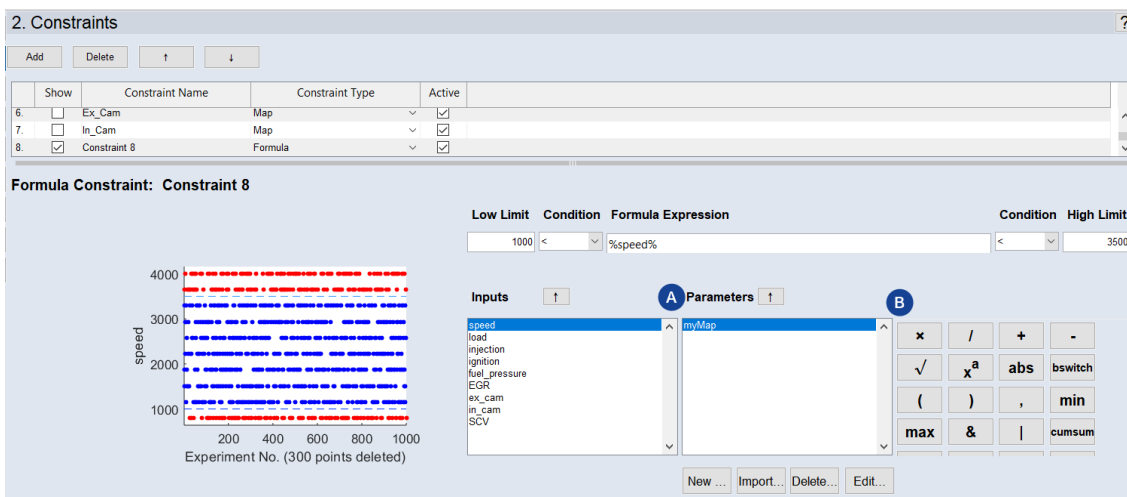

図 7-5: ASCMO-STATIC ExpeDes ステップ2 : 範囲制限 ("Formula" タイプの例)
"Formula Expression" フィールドには式を入力します。ここには任意のMATLAB関係式を入力できます。式に違反する測定ポイントが排除されます。変数として、"Inputs" 領域と "Parameters" 領域に表示された入力またはマップ／カーブ（2D／1D）を使用することができます。演算子は、直接キー入力するか、またはボタン領域（図 7-5: 上記のB）を使用して入力します。
- 変換式タイプの制限の "Parameters" フィールド (図 7-5: ページ173のA) で、**New** をクリックします。
- 変換式タイプの制限の "Parameters" フィールド (図 7-5: ページ173のA) で、**Edit** をクリックします。